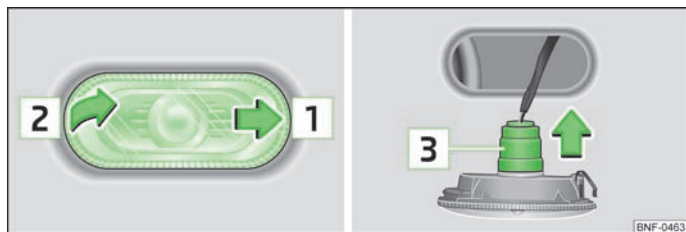

Fig. 121 Côté droit : Remplacement de l'ampoule des clignotants
- » Poussez le clignotant latéral dans le sens de la flèche **1** » fig. 121.